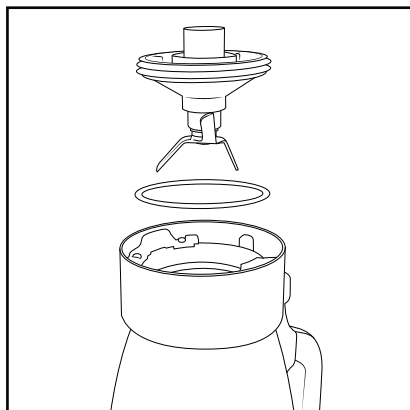

Fig. 5
- Pour remettre la lame **17** en place, veillez bien à ce que la bague d'étanchéité soit correctement positionnée (fig. 5). Positionnez maintenant la lame **17** et tournez-la à l'aide du verrouillage du couvercle **14** dans le sens horaire jusqu'à ce qu'elle soit bien fixée.